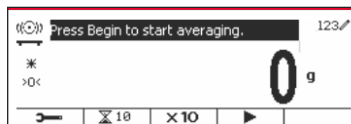

Figure 82
- Appuyez sur le bouton multifonction correspondant à l'icône  pour quitter le sous-menu. (Voir Figure 82)